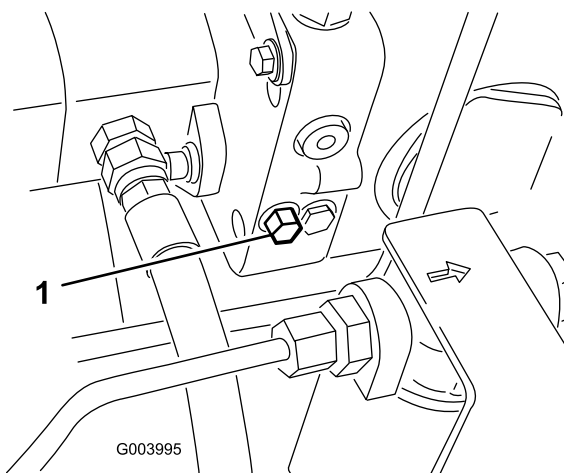

Figura 35
1. A válvula de derivação está localizada no lado esquerdo do hidrostato (Figura 35). Rode o parafuso 1-1/2 voltas para abrir para permitir a passagem do fluido internamente.